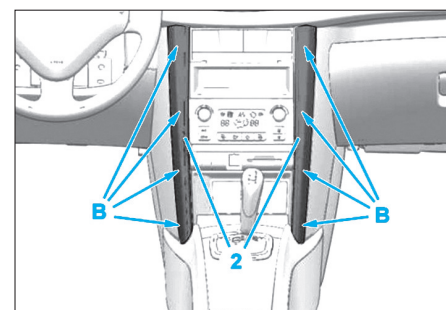

Fig. 5
• Déclipper avec précaution les enjoliveurs latéraux (2) de la façade centrale en (B) (Fig.5).